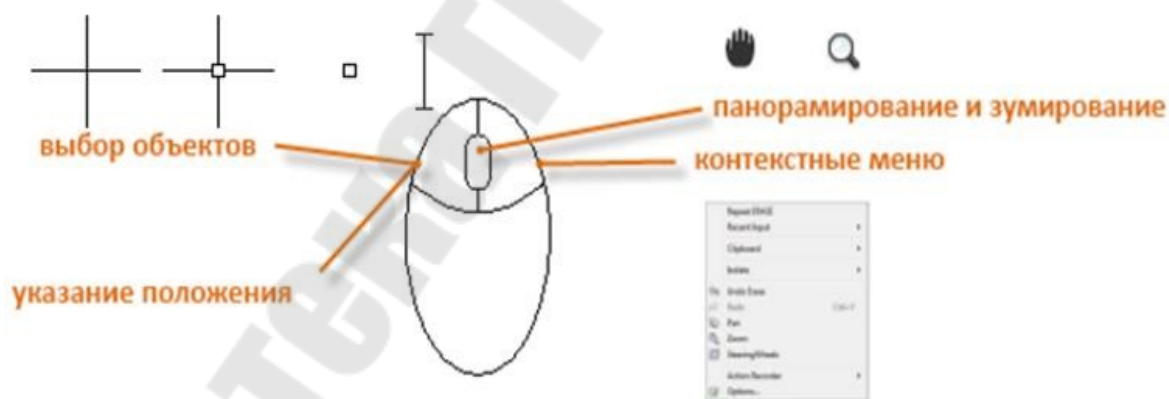

Рис. 3.19 Графический курсор и назначение кнопок мыши
- ортогонального *перекрестия* для указания точек и их координат на чертеже (рисунок 3.19).